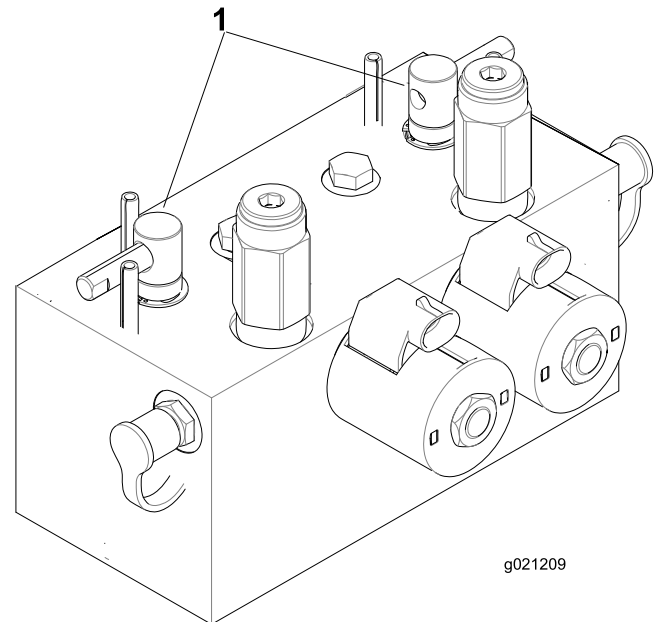

Figura 106
2. Desbloquee y levante el asiento para poder acceder a las palancas de autoafilado (Figura 106).
5. Seleccione la palanca de autoafilado correspondiente a los molinetes que desea autoafilar: delanteros, traseros o ambos (Figura 106).